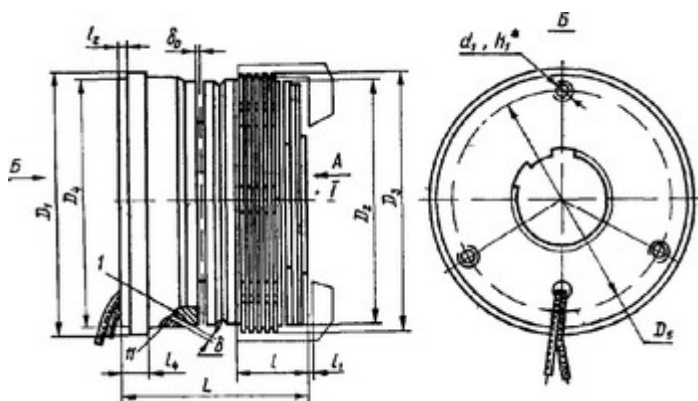
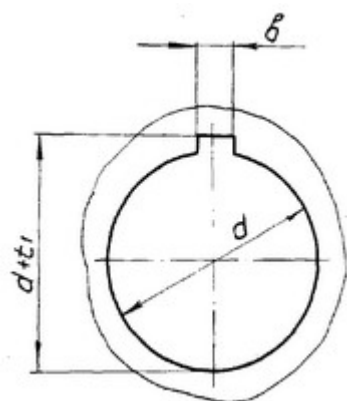

Рис.2. Муфты бесконтактные:
Рис. 4. Гладкое посадочное отверстие.
4.2. При монтаже втулка муфты жестко связывается с ведущим (ведомым) валом при помощи шлицев или шпонки (рис. 4). Держатель бесконтактной муфты крепится при помощи винтового соединения (отверстие  $d_1$ , рис.2).
6.3. После установки муфты проверьте: свободно ли перемещаются в поводке наружные диски; величину зазора  $\delta$  (см. рис. 2) между корпусом и держателем, а также величину остаточного зазора  $\delta_0$  между якорем и корпусом.